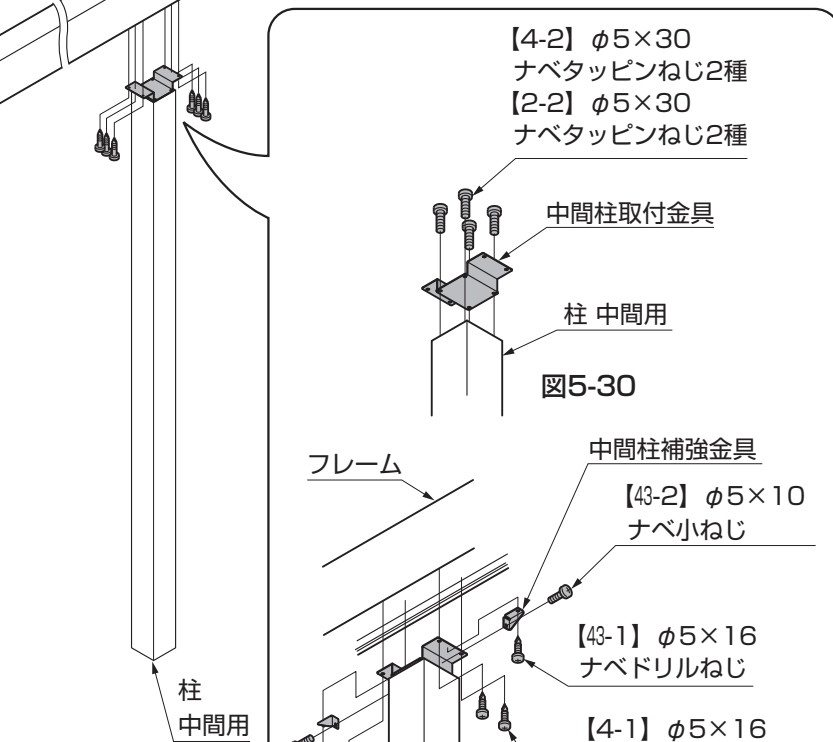

図5-30
- ① 柱 中間用に中間柱取付金具を、【2-2】または【4-2】で取付けてください。(図5-30参照)